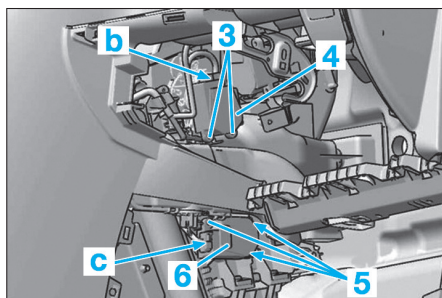

Fig. 27
- Débrancher le connecteur (c) (Fig.27).
- Débrancher le connecteur (b) (Fig.27).
- Déposer les vis (3), puis le motoréducteur de distribution (4).